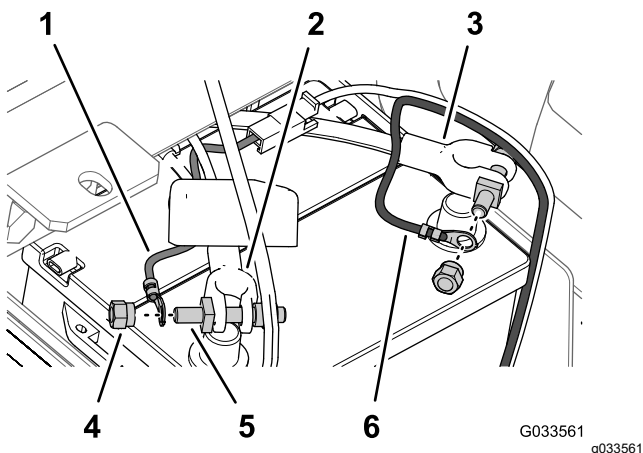

Bild 29
6. Befestigen Sie den Kabelschuh des durch die Schmelzsicherung geschützten Verbindungsteils (Kabelbaum des Sprühfahrzeugs) am Stift der Polschraube, die Sie mit einer Klemmmutter am Pluskabel der Batterie befestigt haben (Bild 29).
7. Befestigen Sie den Kabelschuh des Minuskabels (schwarz, Kabelbaum des Sprühfahrzeugs) am Stift der Polschraube, die Sie mit einer Klemmmutter am Minuskabel der Batterie befestigt haben (Bild 29).